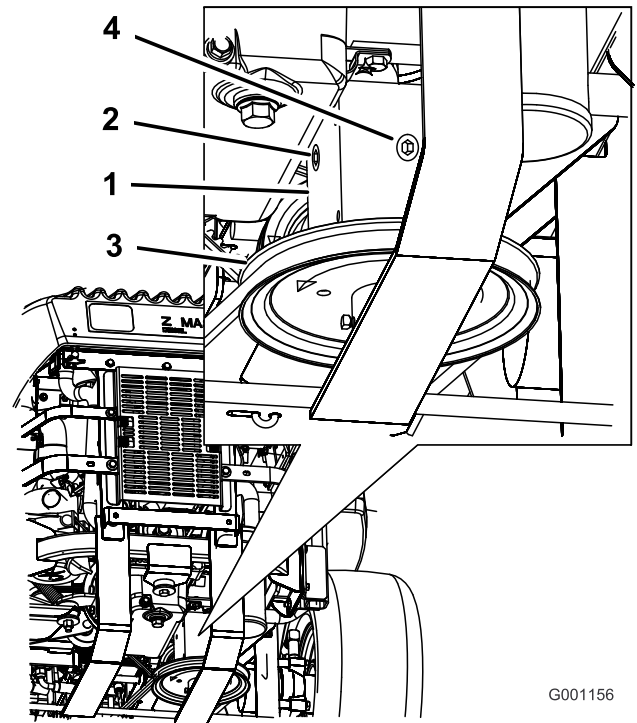

Bild 60
4. Nehmen Sie die Prüfschraube an der Seite oder hinten am Getriebe ab (Bild 60).